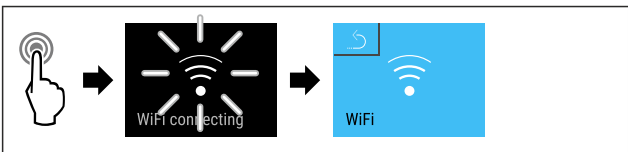

Fig. 118
- ▶ Efectuați pașii de acțiune (vezi Fig. 118) .